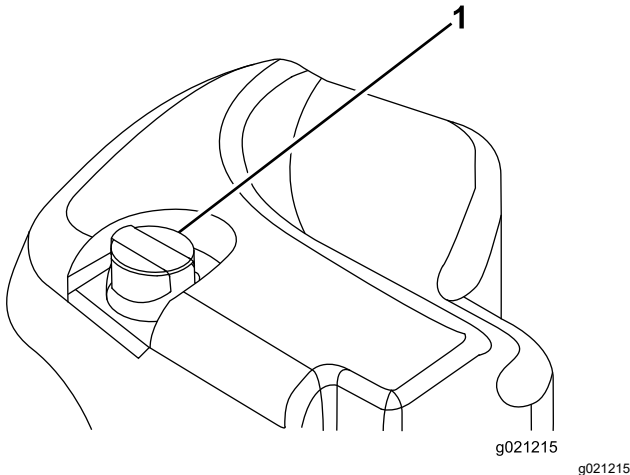

Figure 72
2. Nettoyez la surface autour du goulot et du bouchon de remplissage du réservoir hydraulique (Figure 72).